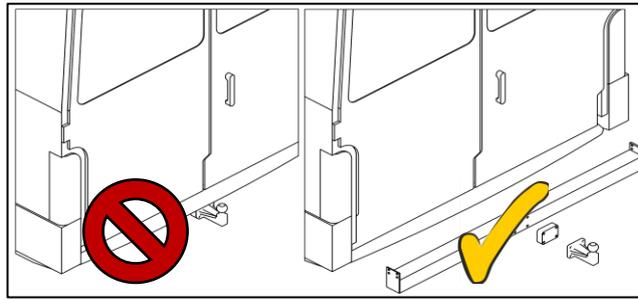

Fig. 10
- Si hay un enganche de remolque o un escalón montado en el vehículo, retírelo. (ver Fig. 10).